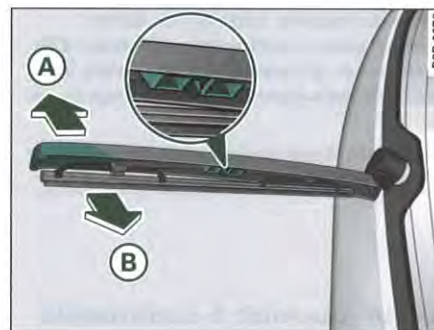

Fig. 84 Essuie-glace arrière : démontage du bras d'essuie-glace
- Saisissez l'extrémité supérieure du bras d'essuie-glace avec une main et avec l'autre la tige métallique du bras d'essuie-glace ⇒ fig. 84.
- Maintenez le bras d'essuie-glace dans le sens de la flèche (A) puis, tirez le balai dans le sens de la flèche (B) hors de la fixation.